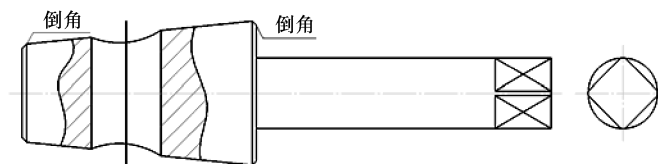

图 6-22 倒角
9) 使用倒角功能将图形进行倒角, 并用两点线将各个线绘制出来, 如图 6-22 所示。